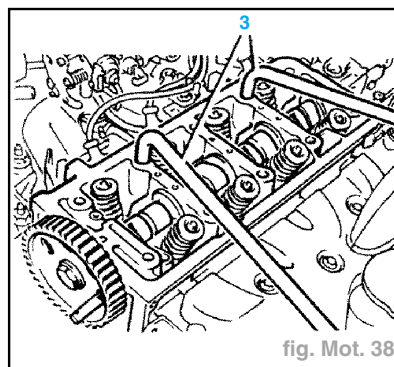

fig. Mot. 38
- Basculer et décoiffer la culasse à l'aide des leviers (3) (fig. Mot. 38).